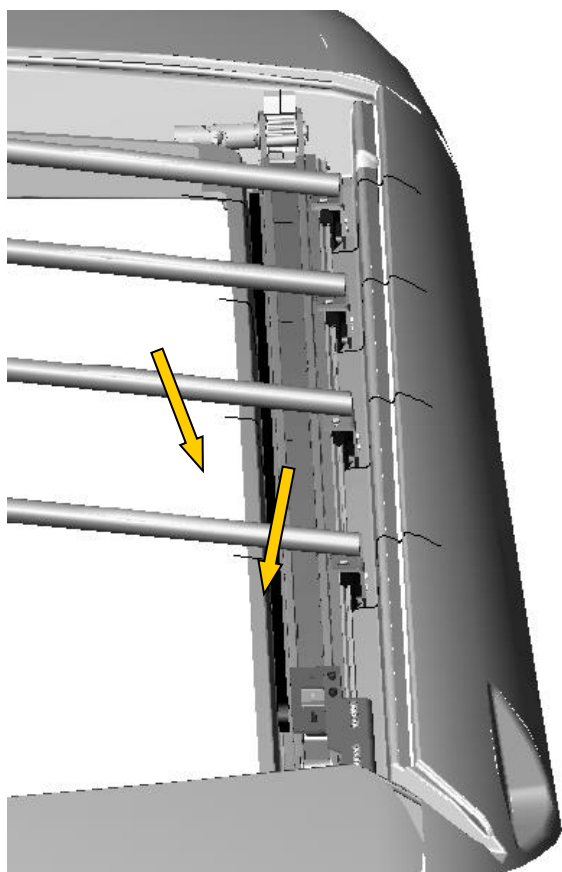

Fig. 02
04. Fissare il telaio di movimentazione sull'imbarcazione, mediante i fori predisposti lungo i longheroni laterali e la traversa posteriore dove montato il gruppo motore. (fig. 02 - 03).